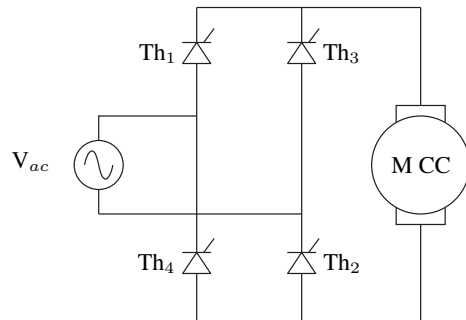

Figura 2
- (15 %) La máquina DC del problema anterior, 200 V, 1500 rpm, 40 A, $R_a = 0,25 \Omega$ y $L_a = 90 \text{ mH}$, se conecta a una línea de 220 V_{rms} @ 60 Hz mediante un convertidor CA-CC de onda completa, completamente controlado, tal como se indica en la Figura 2. Suponiendo que la inercia de la carga es muy alta. (Justifique completamente sus respuestas)